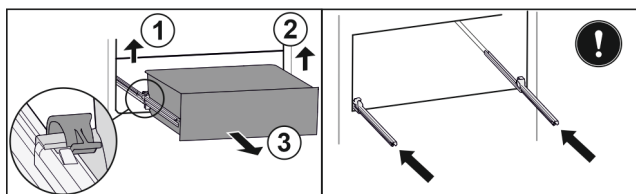

Fig. 37\*
- ▶ Podnieść lewy zacisk i wysunąć jednocześnie szufladę po lewej do przodu Fig. 37 (1).\*
- ▶ Podnieść prawy zacisk i wysunąć jednocześnie szufladę po prawej do przodu Fig. 37 (2).\*
- ▶ Wyjąć szufladę do przodu Fig. 37 (3).\*